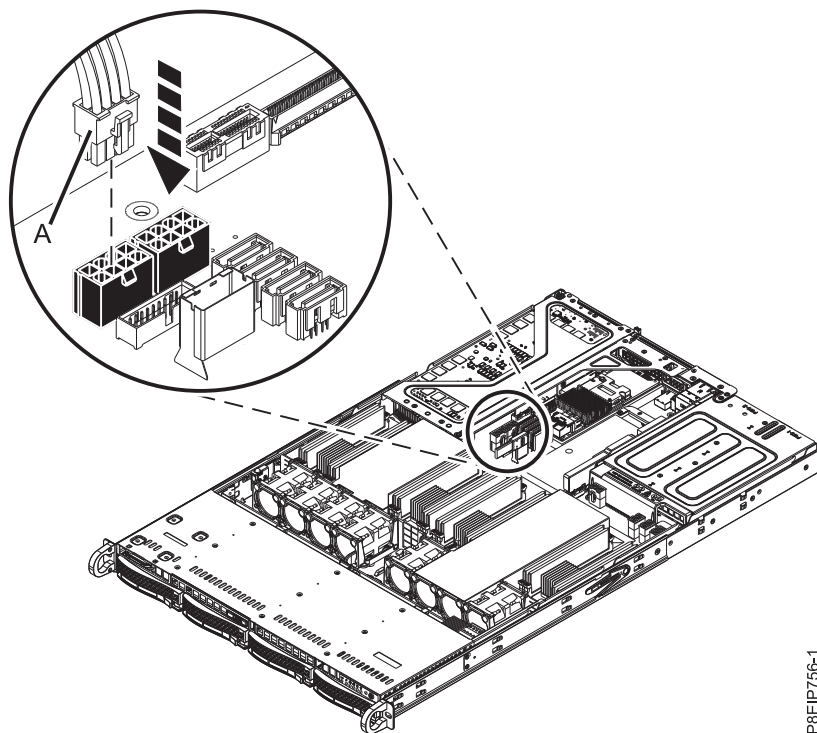

図 44. GPU 電源ケーブルのプラグの差し込み
- c. ライザーに GPU が格納されている場合、電源ケーブル (A) をシステム・バックプレーンに再取り付けします (43 ページの図 44 を参照)。